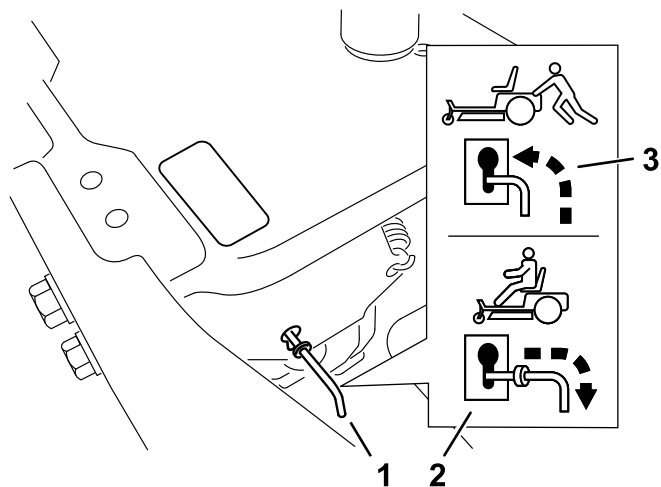

Figura 33
4. Deplasai manetele de bypass spre față i în jos prin orificiu pentru a le bloca (Figura 33).
Deplasai manetele de bypass spre spate i în jos prin orificiu pentru a le bloca, conform ilustrațiilor din Figura 33.